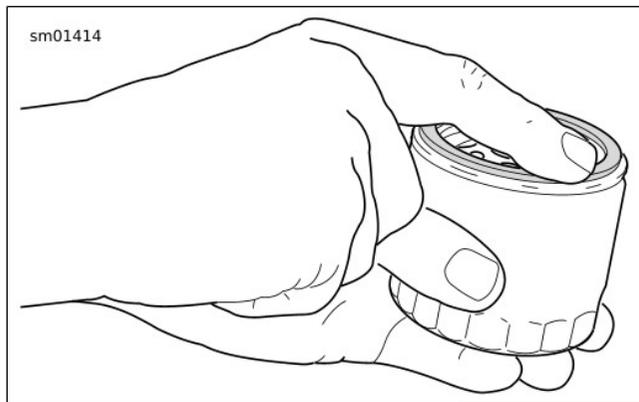

Figura 42. Lubricación de la junta del filtro de aceite nuevo
5. Vea Figura 42. Instale el filtro de aceite **nuevo**.